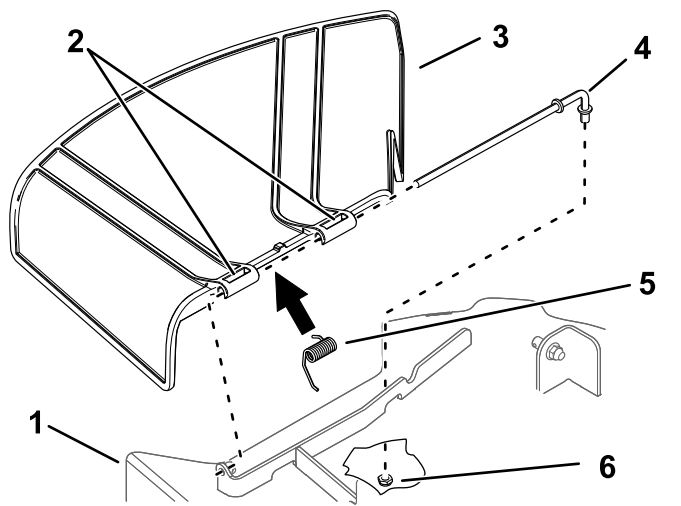

Figura 74
1. Remova a porca ($\frac{3}{8}$ pol.) da barra debaixo do cortador (Figura 74).
- Deslize a barra para fora do suporte da plataforma, da mola e do defletor de relva (Figura 74).
- Instale o novo defletor de relva (Figura 74).
- Deslize a barra através do segundo suporte do defletor de relva (Figura 74).
- Fixe a extremidade traseira da barra ao cortador com uma porca (3/8 pol.), como se mostra na Figura 74.